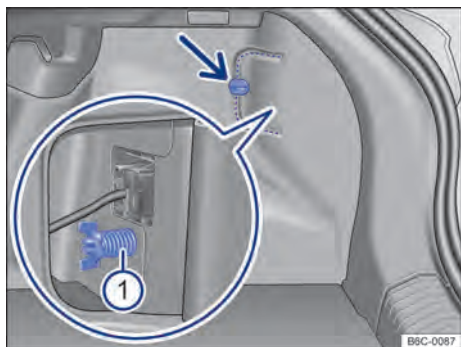

Fig. 135 No compartimento de bagagem: desinstalar cobertura e retirar o parafuso borboleta ① (lupa).
3. Para abrir a cobertura da lanterna, girar a trava → Fig. 135 (seta).
5. Soltar o parafuso borboleta ① (lupa) e retirá-lo, segurando, ao mesmo tempo a lanterna traseira.
6. Puxar cuidadosamente a lanterna traseira para fora, para desencaixá-la da carroceria → ①.
18. Segurar a lanterna traseira na posição de montagem com uma das mãos e aparafusar com a outra o parafuso borboleta → Fig. 135 ①.